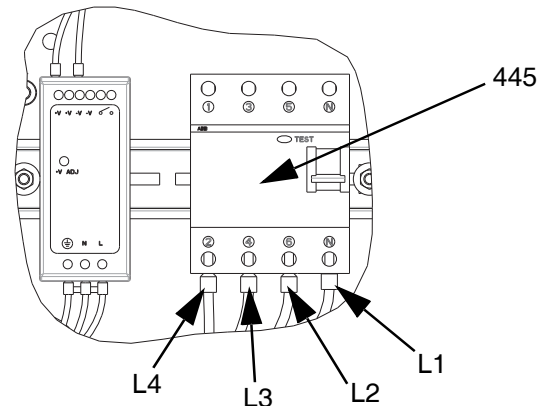

图 18
- 将 L1、L2、L3 和 L4 电线从扩展模块连接到断路器 (445)，如图 18 所示。
12. 拧松线束上的螺母 (437)，将接地线与接地端子 (455) 连接。